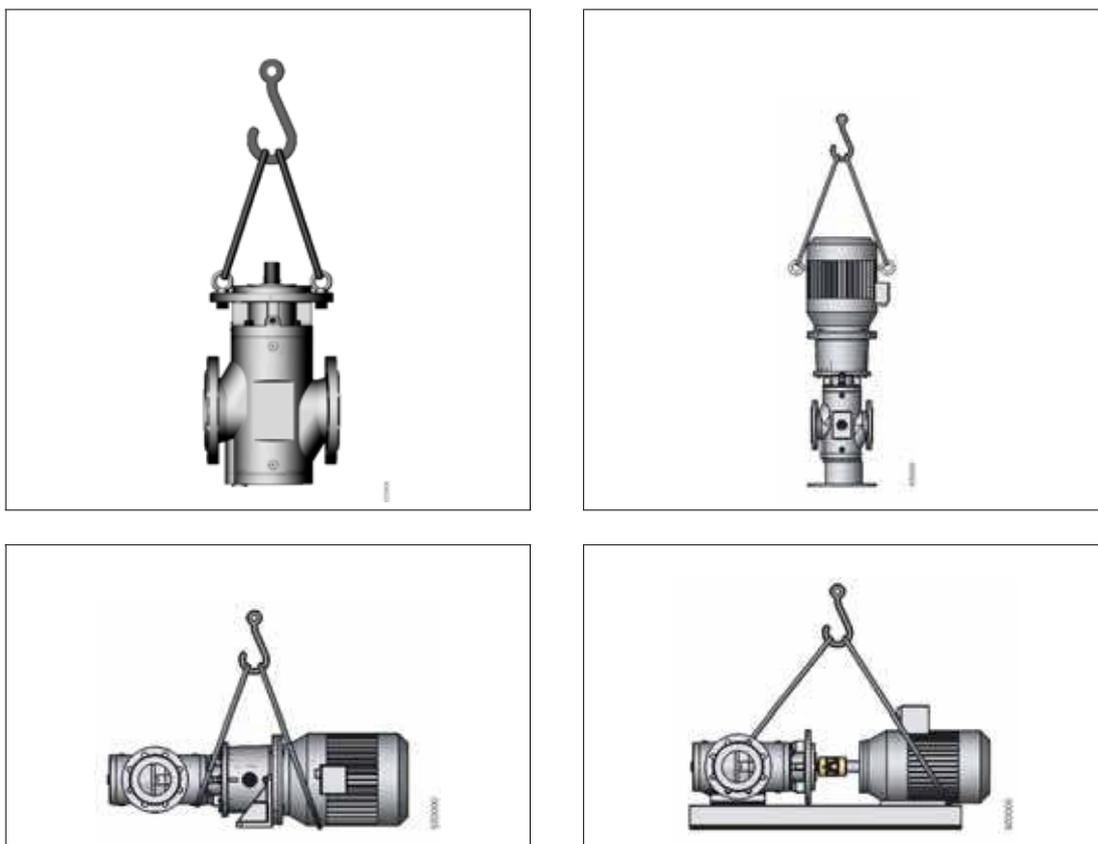

Рис. 1 Поднятие насоса (насосного агрегата)
- Зацепить подъемное средство в соответствии с рис. 1.